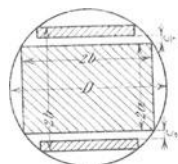

Fig. 128.
289. Bestimme den Eisenquerschnitt und Füllfaktor für $D = 10$ [12] (14) cm, wenn der Querschnitt zwei Spalte von je 0,5 cm Weite erhält (Fig. 128).